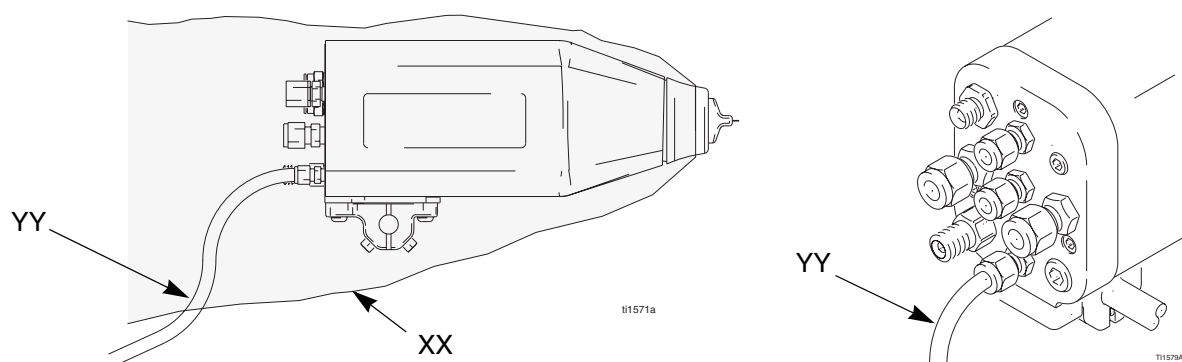

Fig. 9. Copertura di tessuto
1. Installare la copertura di tessuto (XX) sulla parte frontale della pistola e farla scorrere all'indietro per coprire le tubature esposte sulla parte posteriore del collettore. Vedere Fig. 9.
2. Intradare i tubi (YY) fuori della copertura. Questo consente di tenere controllo dei tubi di sfogo per la presenza di vernice o solvente. Vedere **"Verifica delle perdite di fluido"** a pagina 25. Bloccare il tubo di sfogo per evitare che si sposti.